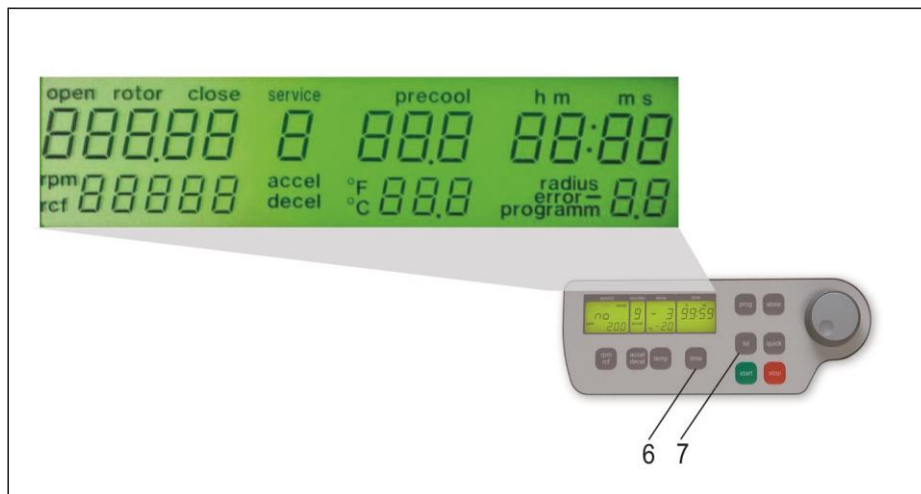

Abbildung 3
Drücken Sie im ausgeschalteten Zustand der Zentrifuge gleichzeitig die Tasten „time“ (6) und „lid“ (7) und schalten Sie den Hauptschalter der Zentrifuge ein. Lassen Sie jetzt die beiden Tasten wieder los. Daraufhin wird für ca. 5 Sekunden ein Displaytest durchgeführt, bei dem alle möglichen Anzeigen gleichzeitig erscheinen. (siehe Abbildung 3)
- Alle veränderten Einstellungen müssen durch Betätigen der Taste „start“ (9) abgespeichert werden. Zur optischen Bestätigung erscheint im Anzeigenfeld „rpm/rcf“ (A-1) der Schriftzug „store“ – nur dann sind die Vorwahlen wirksam! (siehe Abbildung 3)!